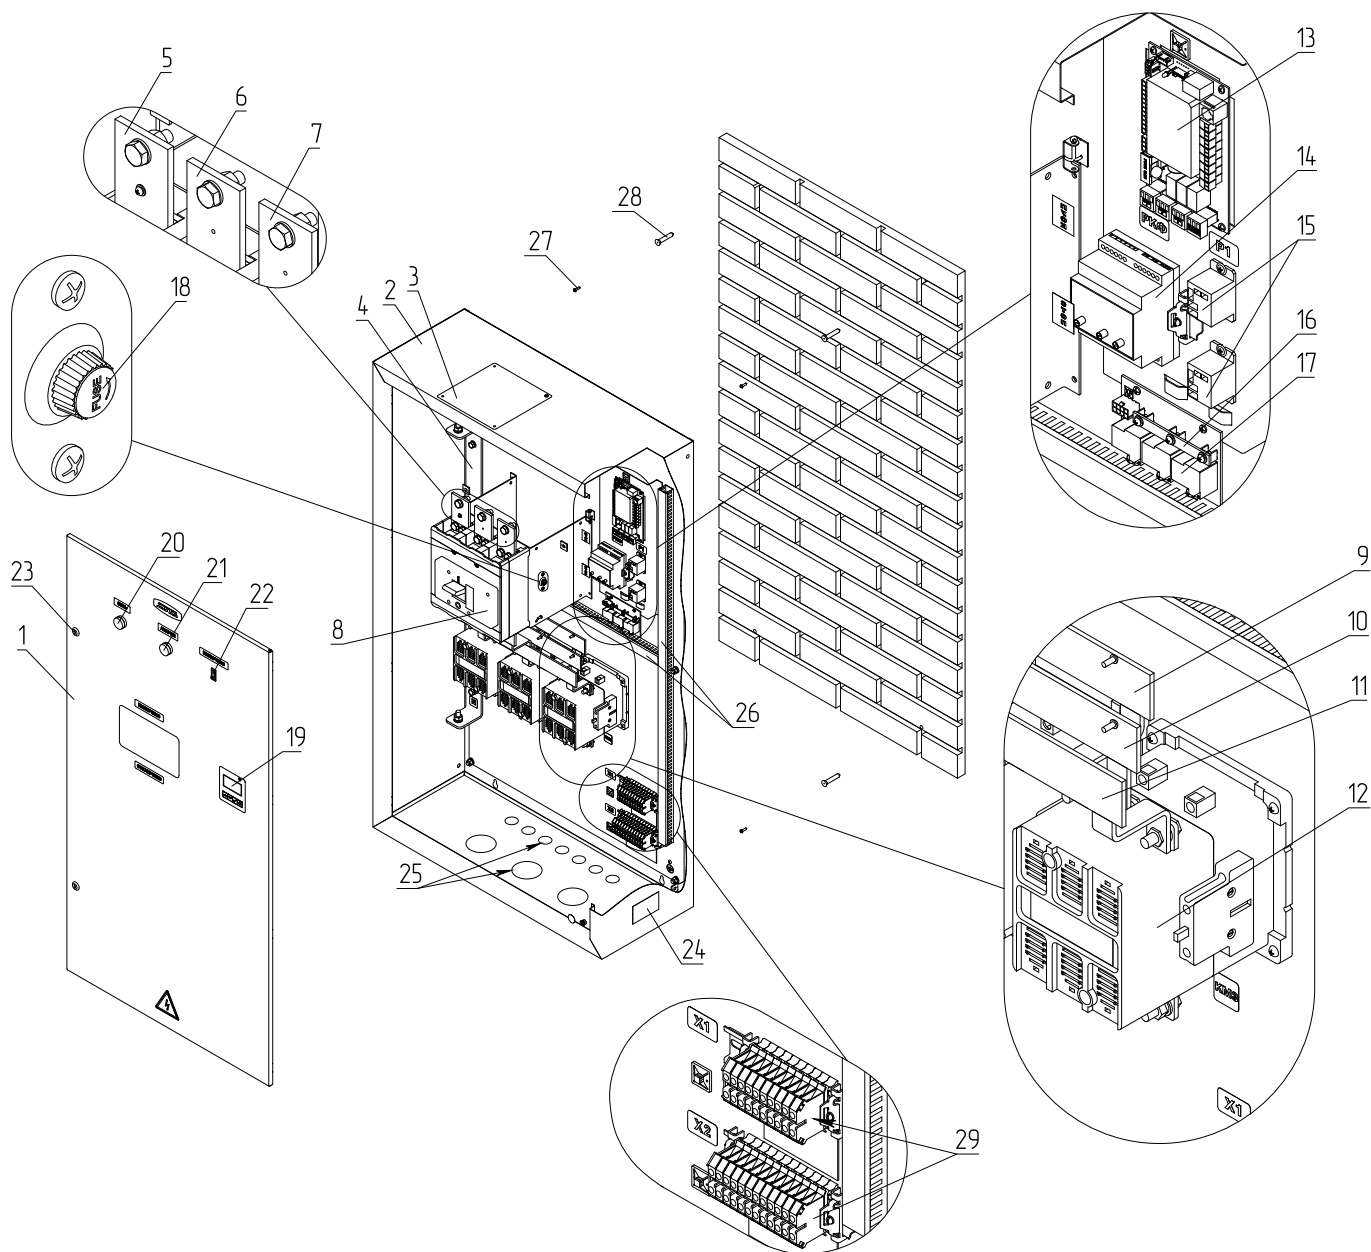
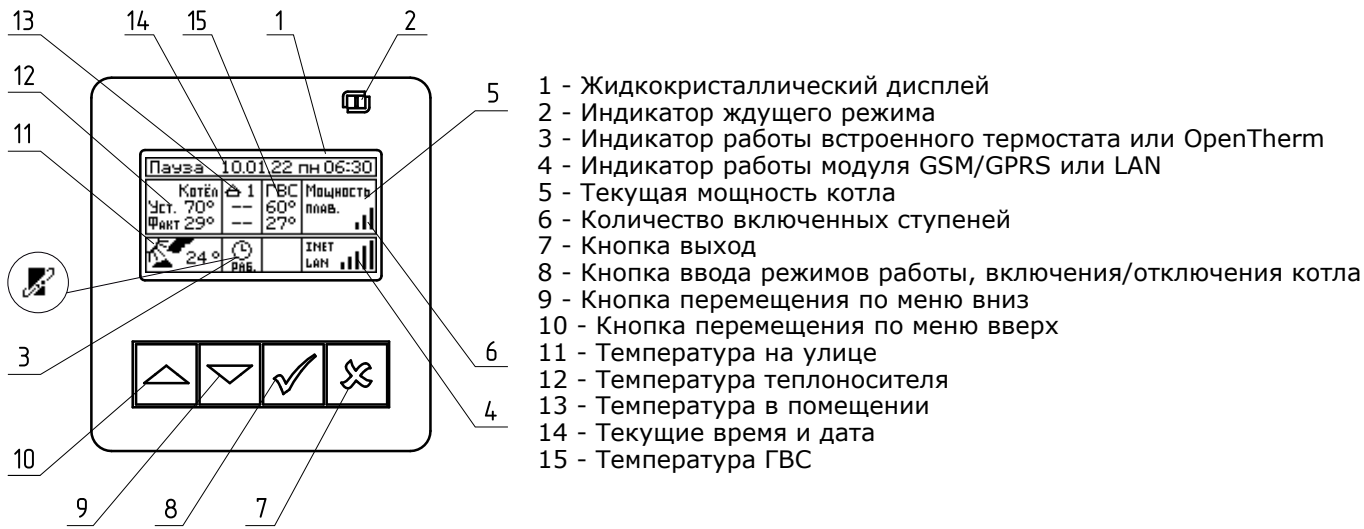

Рис.1 Конструкция панели управления
Рис.1.2. Расположение органов управления и индикации на передней панели
5.1. Панель состоит из металлического корпуса (поз.2 Рис.1) настенного исполнения с дверцей (поз.1 Рис.1), которая закрывается на замок (поз.23 Рис.1).
Панель управления крепится к стене при помощи пластиковых дюбелей (поз.28 Рис.1) и шурупов (поз.27 Рис.1).
В верхней части панели управления расположена заглушка отверстия для вывода кабеля питания (поз.23 Рис.1), в нижней части панели управления расположены отверстия для отходящих кабелей на ТЭНы, датчики и дополнительное оборудование (поз.25 Рис.1). Внешний вид панелей управления приведен на Рис.1.
5.2. Панель включается в сеть клавишей «ВКЛЮЧЕНО» (поз.22 Рис.1). При включении панели загорается индикаторная лампа «СЕТЬ» (поз.20 Рис.1), показывающая, что напряжение на электрическую схему подано.
5.2.1. На металлическом основании установлен автоматический выключатель с расцепителем (поз.8 Рис.1), который отключает силовые питающие фазы (поз.5; 6; 7 Рис.1) при возникновении аварийных ситуаций. При возникновении аварийной ситуации либо ошибки загорается индикаторная лампа «Авария/Ошибка» (поз.21 Рис.1).
Так же на металлическом основании установлен предохранитель платы управления (поз.18 Рис.1).
5.2.2. Управление работой электроводонагревателя производится от блока индикации (БИ) (поз.19 Рис.1), выполняющего функции автоматического поддержания температуры теплоносителя в системе отопления, защиты от перегрева теплоносителя а также сигнализации режимов работы электроводонагревателя. С подробным описанием БИ можно ознакомиться на рисунке 1.2.
5.3. В корпусе панели в верхней части расположена плата управления пультом (поз.13 Рис.1), реле контроля фаз (РКФ) (поз.14 Рис.1), промежуточные реле (поз.15 Рис.1), шина нулевого проводника силового блока (поз.16 Рис.1) и блоки силовые для старта силовых пускателей (поз.17 Рис.1).
5.4. Под металлическим основанием расположены пускатели магнитные (поз.12 Рис.1), которые рассчитаны на мощности от 60 до 300 кВт (На мощность 400 кВт. Вместо пускателей магнитных установлены вакуумные контакторы).
Над магнитными пускателями (поз.12 Рис.1) расположены токоподводящие шины пульты управления фаз А, В, С (поз.9; 10; 11 Рис.1) (На мощности от 60 до 100 кВт. Вместо токопроводящих шин используется подводящий кабель).
5.5. В нижней части корпуса расположены клеммы для подключения датчиков и дополнительного оборудования (поз.29 Рис.1). С клеммой для подключения датчиков и дополнительного оборудования более подробно можно ознакомиться на рисунке 1.1.
5.6. В боковой части пульта управления расположена шина нулевого проводника (поз.4 Рис.1).
5.7. Для удобства прокладки проводов в пульте управления предусмотрены кабельные каналы (поз.26 Рис.1).
- Открыть дверь пульта управления (поз.1 Рис.1), предварительно открыв замок (поз.23 Рис.1) с помощью ключей, входящих в комплект;
- Ввести кабели питания и управления в отверстия под заглушкой (поз.4 Рис.1), закрепить их и подсоединить к зажимам внутри щита;
6.6. Закрывать дверь пульта управления (поз.1 Рис.1) и замкнуть замок (поз.23 Рис.1).
7.1. Для подготовки первого включения панели управления после монтажа необходимо включить автоматический выключатель (поз.8 Рис.1). Перевести выключатель (поз.22 Рис.1) в положение ВКЛ. После этого на блок управления подается питающее напряжение, блок индикации переходит в ждущий режим и загорается индикатор (поз.2 Рис.1.2).
7.2. Для включения котла удерживать кнопку «ВВОД» на передней панели блока индикации в течении трех секунд, после этого гаснет индикатор (поз.2 Рис.1.2) и котел переходит в рабочий режим.
7.3.2. Во время отображения основного экрана нажатием кнопок «ВНИЗ» и «ВВЕРХ» (поз.10; 9 Рис.1.2) можно переключиться на дополнительные экраны: «Насосы», «Датчики», «Информация».
• Зажатая на 2 сек. кнопка «Вверх» (поз.10 Рис.1.2) - переход в меню настройки температуры в помещении.
• Зажатая на 2 сек. кнопка «Вниз» (поз.9 Рис.1.2) - переход в меню настройки температуры ГВС.
• Зажатая на 2 сек. кнопка «Ввод»/«Галочка» (поз.8 Рис.1.2) - переход в меню настройки температуры теплоносителя котла.
• Зажатая на 2 сек. кнопка «Отмена»/«Крестик» (поз.7 Рис.1.2) - переход в меню настройки мощности котла.
Для настройки режимов работы котла или изменения текущих настроек необходимо перейти в главное меню управления нажав кнопку «ВВОД» (поз.8 Рис.1.2). После этого появляется экран главного меню.
Для перехода по пунктам меню необходимо нажать «ВНИЗ» и «ВВЕРХ», для выбора пункта меню нажать кнопку «ВВОД». (поз.10; 9; 8 Рис.1.2).